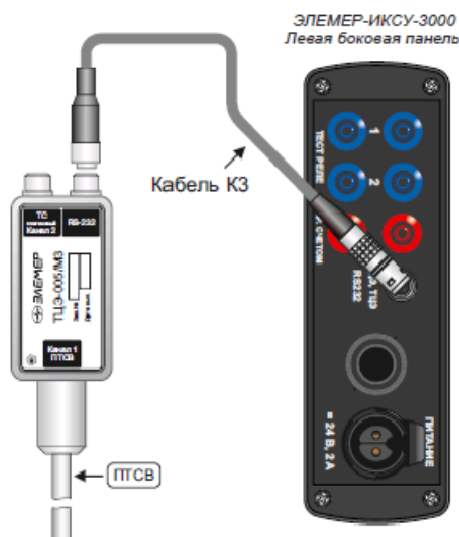

Рисунок 2.85 – Подключение ТЦЭ-005/М3
- для получения информации с эталонного прибора один из концов кабеля «КЗ» подключают к разъему «ПДЭ, ТЦЭ» ИКСУ-3000, другой конец –ТЦЭ (к ТЦЭ подключают ПТСВ) (рисунок 2.85);